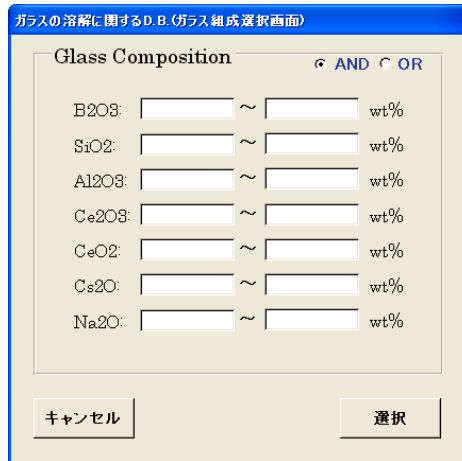

Fig.4 ガラス組成選択画面
- ・ **ガラス組成選択** ボタン: ガラス組成選択画面 (Fig.4) を表示する。
②Glass Composition
**ガラス組成選択**ボタンをクリックすると、ガラス組成選択画面 (Fig.4) が表示される。ここで検索したいガラス組成の検索範囲を入力して、**選択**ボタンをクリックすると、検索画面 (Fig.2) に入力した内容が表示される。ガラス組成の検索範囲の入力は複数可能である。入力内容を変更する場合は、再度、**ガラス組成選択**ボタンをクリックし、同様の操作を行う。
ガラス組成の選択および検索範囲の入力は、ガラス組成選択画面 (Fig.4) でのみ行う。また、検索画面 (Fig.2) での直接入力にはできない。